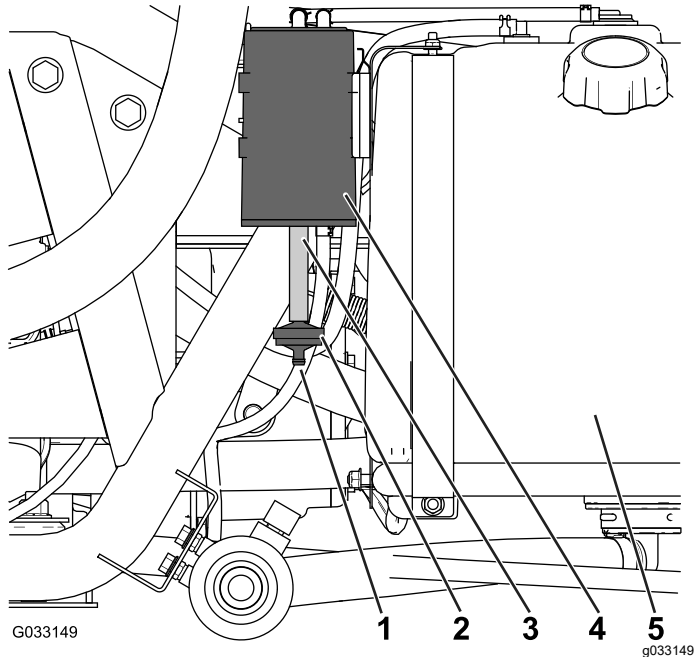

Figura 45
Compruebe el orificio de la parte inferior del filtro de aire del cartucho de carbono, y asegúrese de que está limpio y libre de residuos y obstrucciones (Figura 45).
1. Desconecte el acoplamiento dentado del filtro del cartucho de carbón de la manguera de la parte inferior del cartucho de carbono, y retire el filtro (Figura 45).